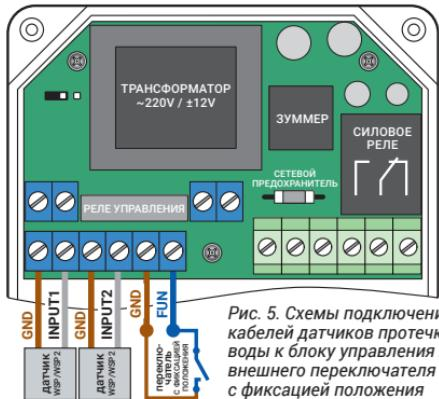

Рис. 5. Схемы подключения кабелей датчиков протечки воды к блоку управления и внешнего переключателя с фиксацией положения
6.2. Рис. 5. Схема подключения кабелей датчиков протечки воды к блоку управления. Клеммы для подключения датчиков: **INP** – любой цвет провода датчика; **GND** – любой цвет провода датчика.
6.3. Рис. 5. Схема подключения к блоку управления переключателя (выключателя) с фиксацией положения. Переключатель служит для ручного дистанционного включения/отключения водоснабжения. При замыкании переключателя шаровой электропривод закроется,